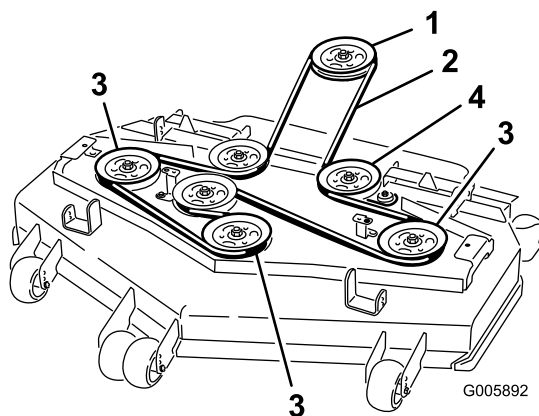

Bild 50
6. Verlegen Sie den neuen Riemen um die Scheiben (Bild 50).